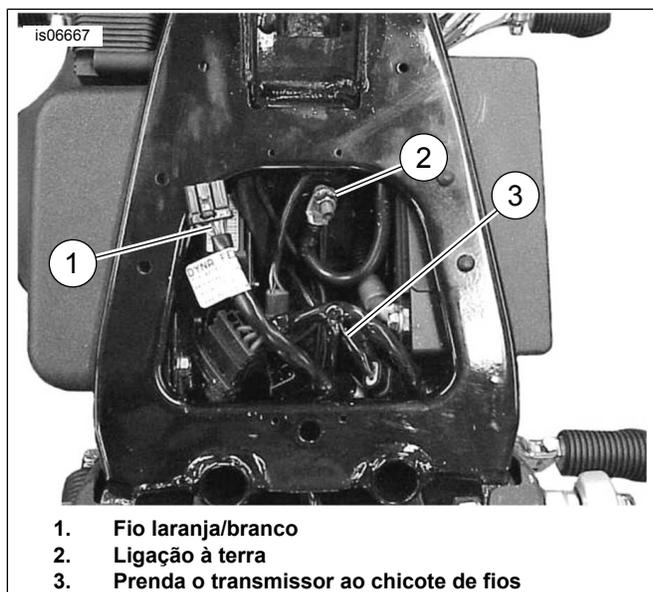

Figura 3. Montagem do transmissor (Dyna)
| Dyna (todos) | Chicote de fios localizado debaixo do assento, perto da bateria, utilizando abraçadeiras para cabos (Ver a Figura 3.). | Encaminhar pelo lado direito do quadro. |
2. Ver Figura 3 . Utilize abraçadeiras de cabos para fixar o transmissor ao chicote de fios do modelo Dyna (3) que se encontra localizado debaixo do assento, perto do compartimento da bateria. Encaminhe os fios do transmissor para a frente, ao longo do lado direito do quadro.